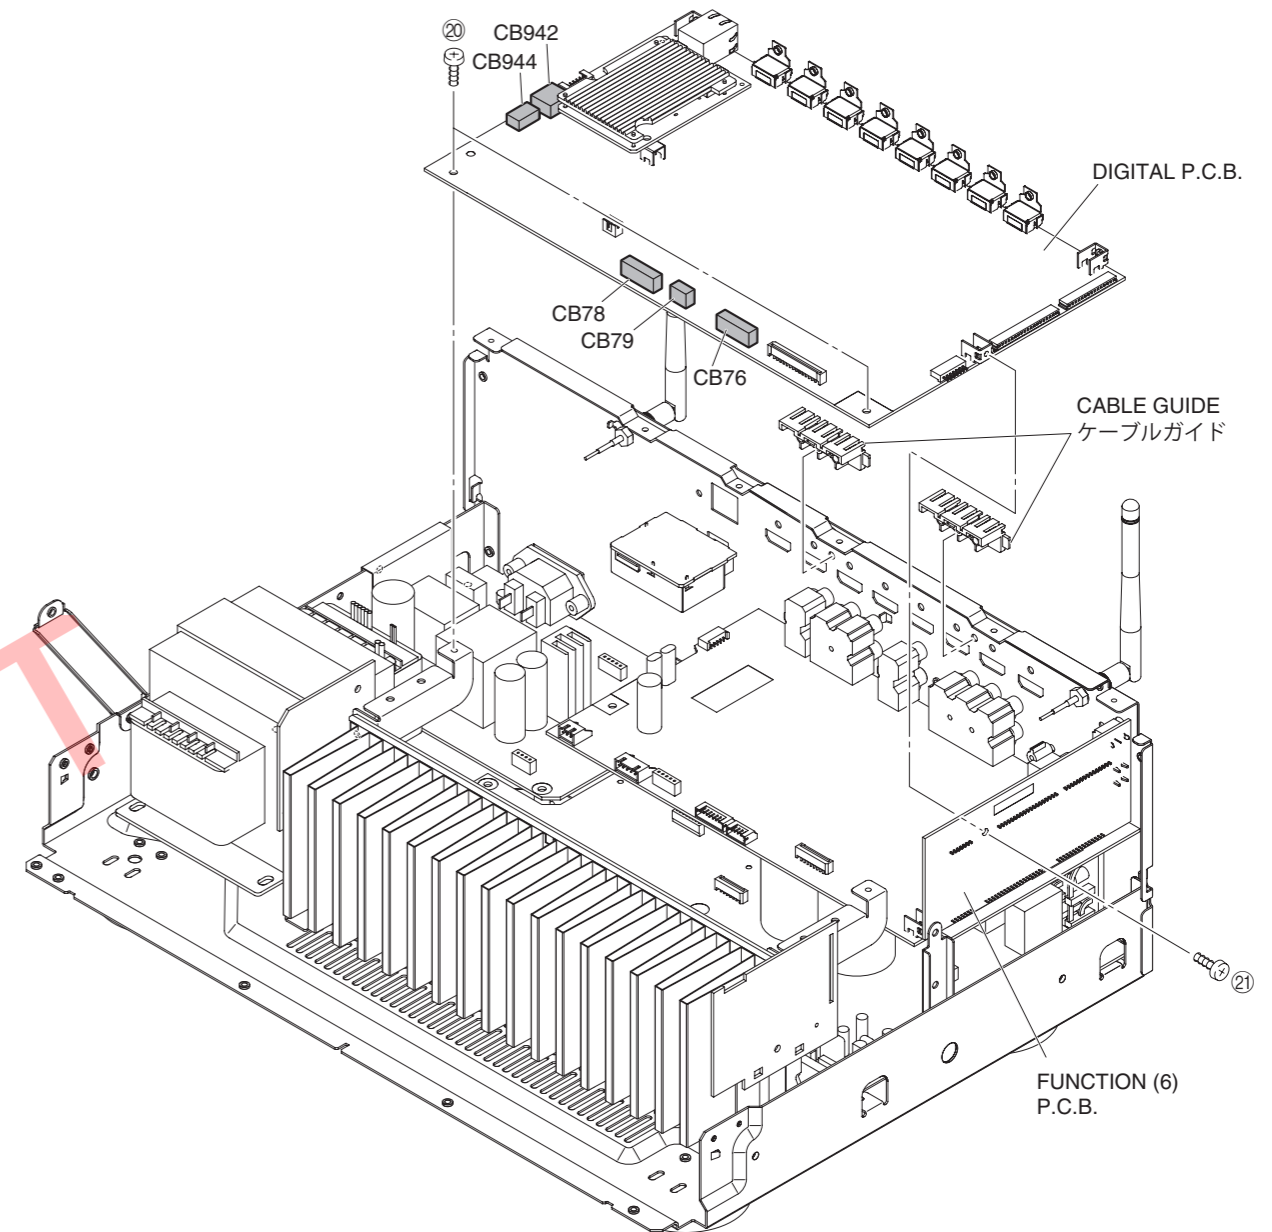

Fig. 7
- Remove the CABLE GUIDEs. (Fig. 7)
- Remove 2 screws (20) and screw (21). (Fig. 7)
- Remove the DIGITAL P.C.B. which is connected directly to the FUNCTION (6) P.C.B. with board-to-board connectors. (Fig. 7)
- ケーブルガイドを外します。(Fig. 7)
- 20 のネジ 2 本、21 のネジ 1 本を外します。(Fig. 7)
- DIGITAL P.C.B. を外します。ただし、DIGITAL P.C.B. は FUNCTION (6) P.C.B. に基板対基板コネクタで直接接続されています。(Fig. 7)